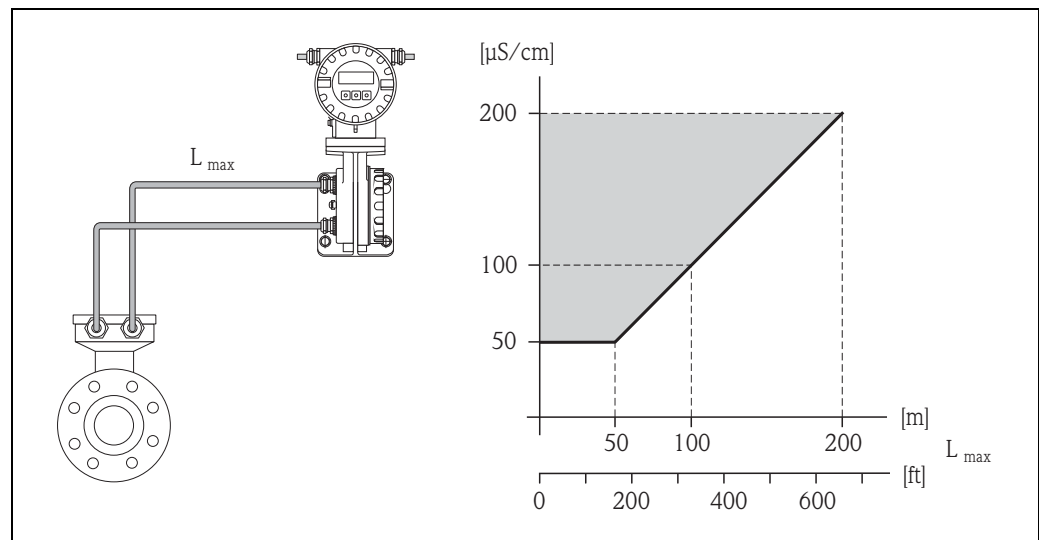

Fig. 16: Longitud admisible del cable de la versión separada
- La longitud máxima admisible del cable de conexión  $L_{m\acute{a}x.}$  depende de la conductividad del fluido ( $\rightarrow$  Fig. 16). La conductividad mínima requerida de cualquier líquido es de  $50 \mu\text{S/cm}$ .